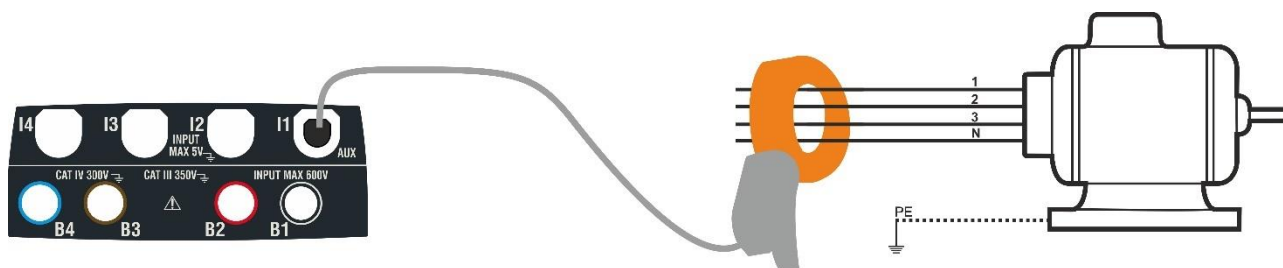

Fig. 6: Medição indireta da corrente de fuga em instalações trifásicas
5. Para medições indiretas da corrente de fuga, ligar a pinça externa de acordo com a Fig. 6 . Para medições diretas da corrente de fuga, ligar a pinça de acordo com a Fig. 7 e desconectar as eventuais ligações adicionais de terra que poderão influenciar os resultados do teste